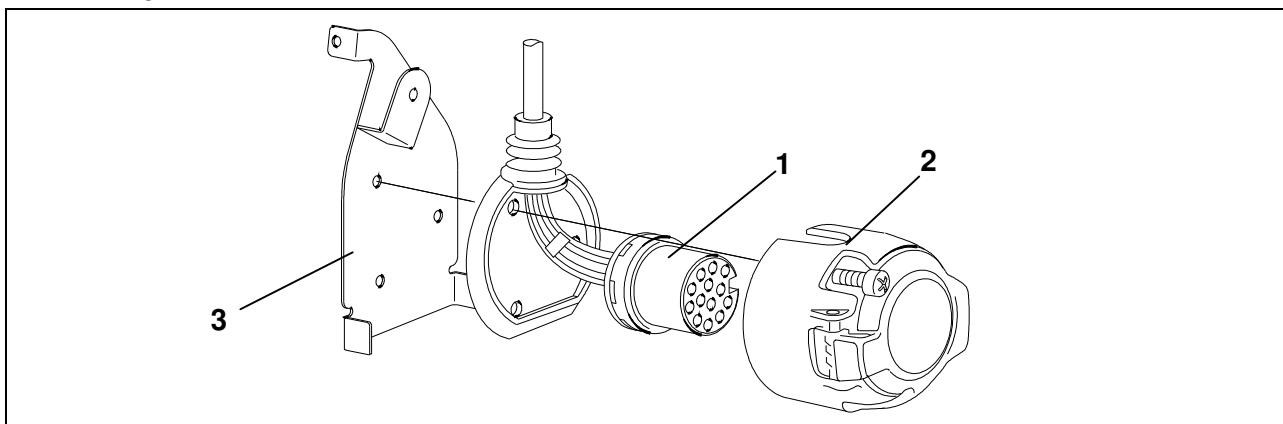

Fig. 2 : Monter la prise
- Appuyer le contact (Fig. 2/1) dans le bâti de la prise (Fig. 2/2) et faire glisser vers le bas le joint en caoutchouc sur la prise.
- Fixer la prise sur la plaque de retenue (Fig. 2/3) avec les vis fournies.